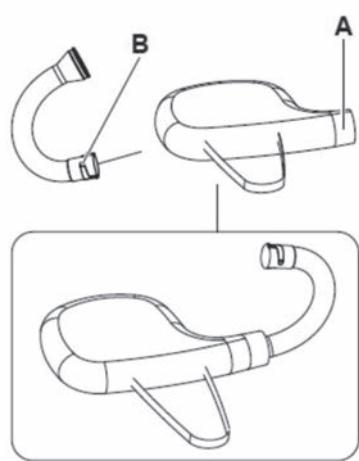

РИС. 4
1) Вставьте изогнутую трубку в молнию сумки. Конец трубки с прорезью (B) проходит первым через область (A) мешка. См. полное изображение сборки на РИС. 4 для правильного вида. Как только трубка окажется на месте, затяните ремешок на липучке.